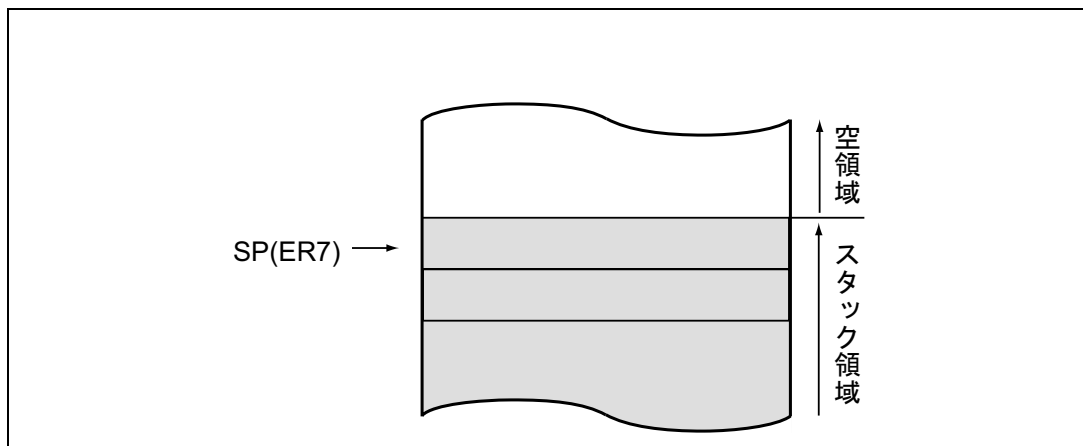

図 2.5 スタックの状態
汎用レジスタER7には、汎用レジスタとしての機能に加えて、スタックポインタ (SP)としての機能が割り当てられており、例外処理やサブルーチン分岐などで使用されます。スタックの状態を図2.5に示します。